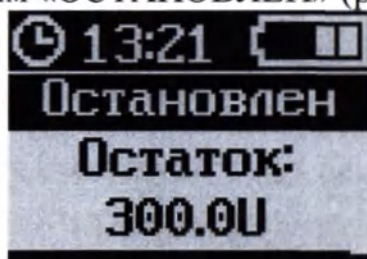

Рисунок 61 – Экран режима «ОСТАНОВЛЕН»
1. Перевести помпу в режим «ОСТАНОВЛЕН» (рисунок 61).